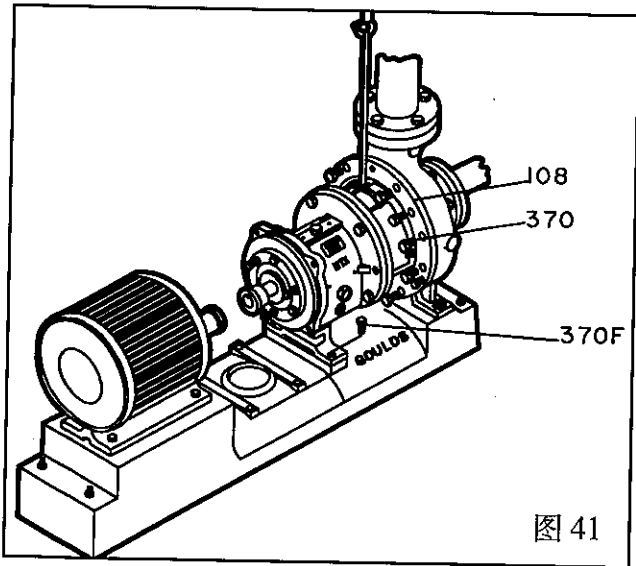

图 41
8. 将吊绳系在轴承箱连接架(108)或 STX 轴承箱(228A)以备起吊 (图 41)。